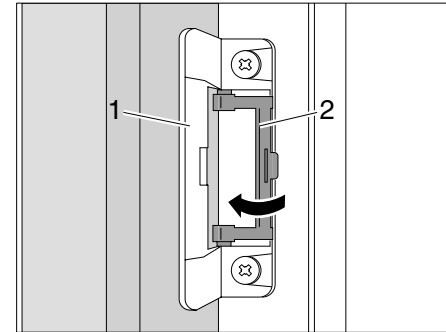

Bild 63 Lüftungsstellung arretieren
Die Verriegelung (Bild 63,1) wird automatisch gelöst.
- ▶ Arretierung (Bild 63,2) aufklappen.